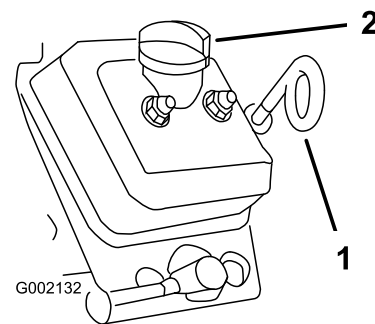

図 20
3. ディップスティックや給油口からごみが入ってエンジンを傷つけないように、ディップスティックと補給キャップ 図 20の周囲をウェスできれいに拭く。
4. ディップスティック 図 20を回して抜き取り、付いているオイルをウェスで拭きとる。
5. ディップスティックを根元まで完全に差し込む 図 20。
8. キャップを取り付ける 図 20。
9. ディップスティックを取り付ける。奥まで完全に差し込むこと 図 20。